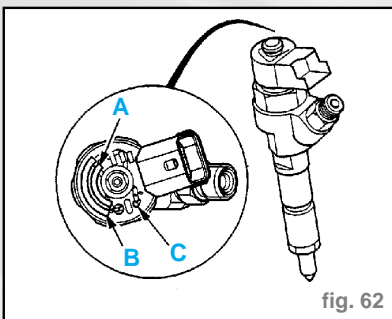

fig. 62
- Marquage d'identification comprenant: (fig. 62)
- (A): identification: fournisseur(s)
- (B): numéro d'identification PSA
- (C): identification des classes